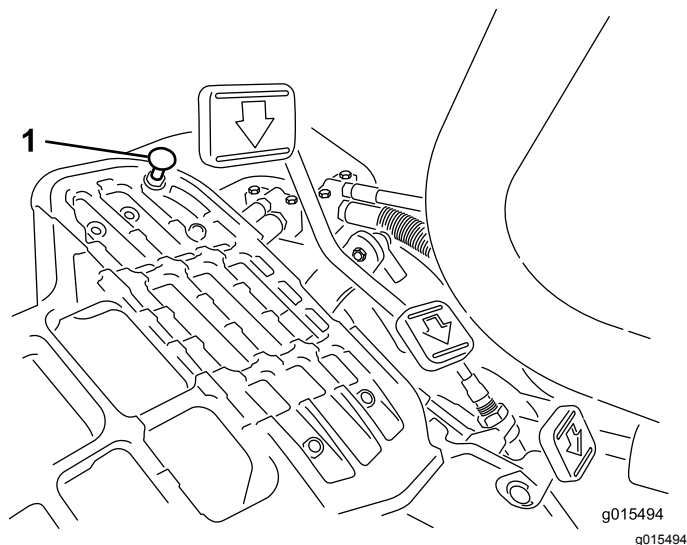

Figura 41
Se il pedale tocca il fermo (Figura 41) prima che avvertiate la tensione sul cavo, effettuate la seguente procedura di regolazione:
1. Spostate la leva di comando delle funzioni in posizione di TRASFERIMENTO e allentate il dado di bloccaggio che fissa il fermo del pedale alla piastra di appoggio (Figura 41).